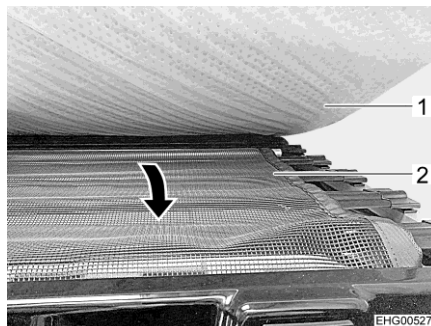

Fig. 73 Filet de sécurité
- Extraire le filet de sécurité (Fig. 73,2) disposé sous le matelas (Fig. 73,1) et le tendre sur l'ouverture de montée.